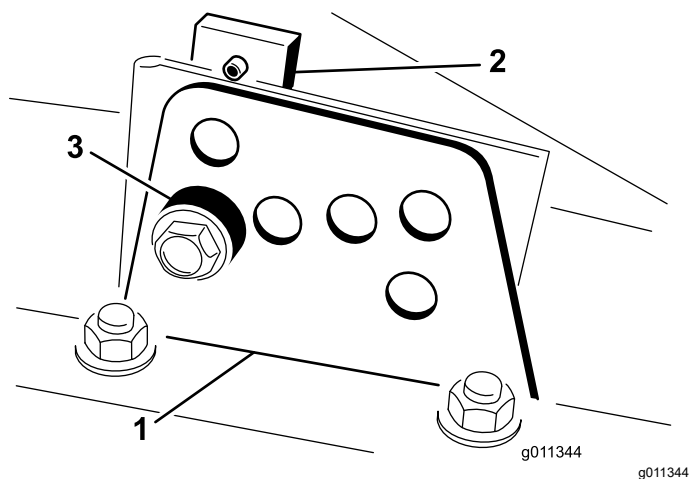

图 20
2. 拧松将各剪草高度支架固定至剪草高度板的螺栓前面和两侧如 图 20 所示。